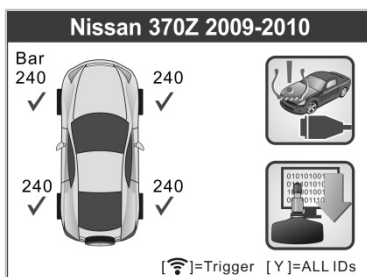

Figure 4.20
- 4) Suivre le même processus dans **4.1 Vérification de capteur TPMS** pour accéder à l'écran d'activation. Utiliser le bouton de défilement **vers le haut/vers le bas** ou le bouton de défilement **vers la gauche/vers la droite** pour sélectionner la fonction **Réapprentissage TPMS** dans le coin supérieur droit de l'écran. (Figure 4.20)